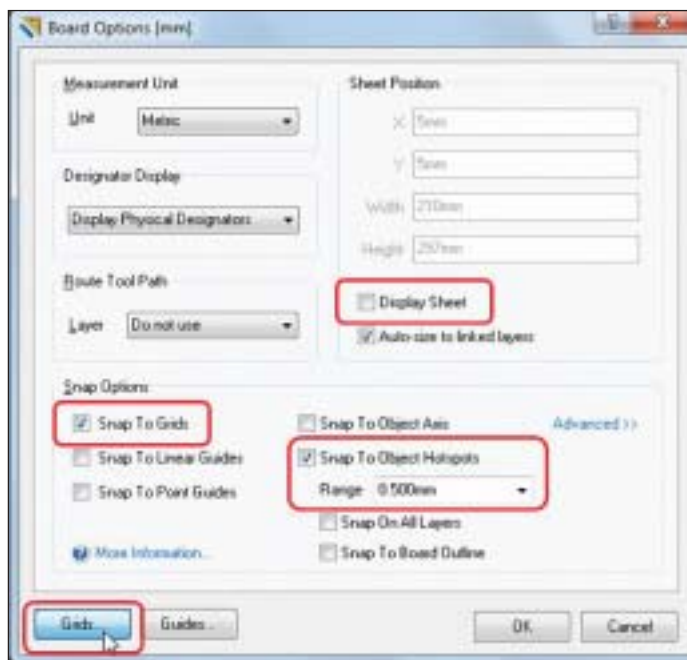

Рис. 64. Диалоговое окно *Board Options*
1. Выполните команду меню *Design/Options* (горячие клавиши *D, O*), после чего откроется диалоговое окно *Board Options* (рис. 64).